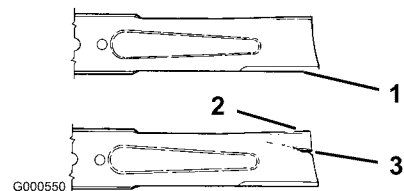

Figura 33
1. Inspeccione los filos de corte (Figura 33). Si los bordes no están afilados o tienen mellas,
2. Inspeccione las cuchillas, especialmente la parte curva (Figura 33). Si observa daños, desgaste o la formación de una ranura en esta zona (elemento 3 en la Figura 33), instale inmediatamente una cuchilla nueva.